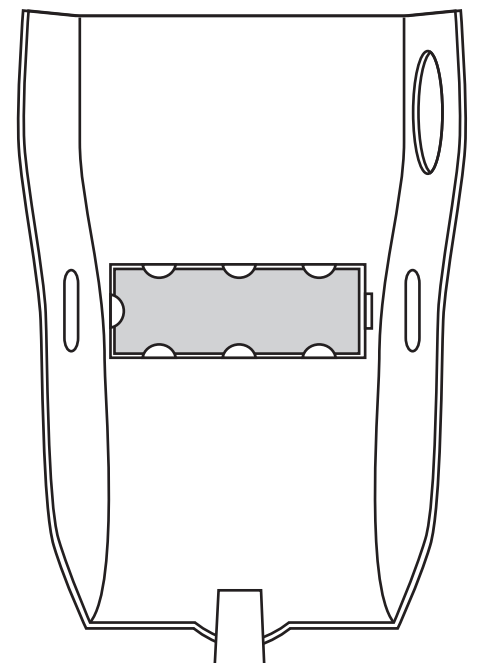

Fig 4
2. Slide decorator strip into place. **See Fig 4.**
2. Faire glisser la band décorative (**fig. 4**).